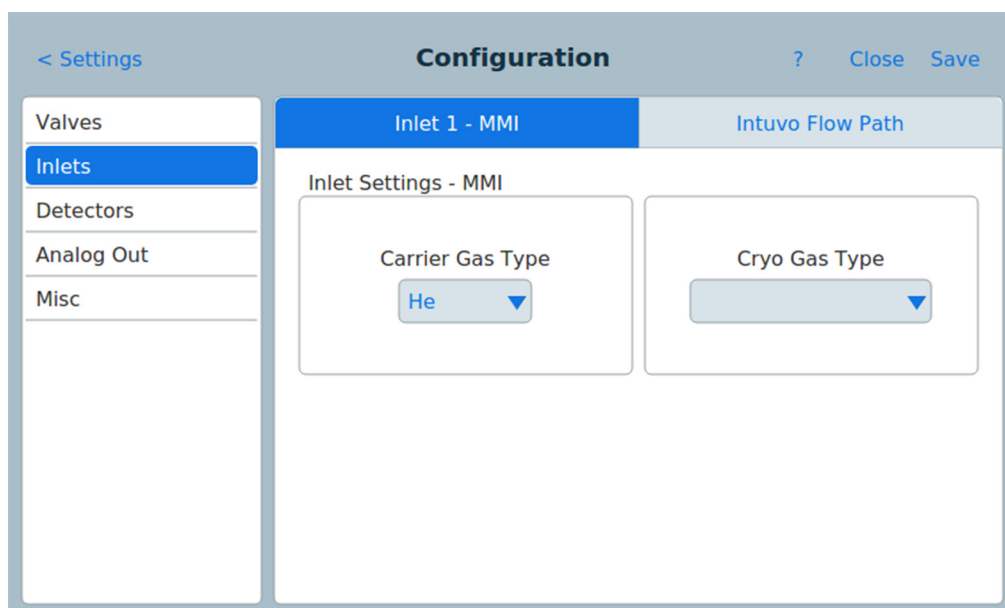

Figure 56 Page d'injecteur
- 3 Appuyez sur le type de dispositif **Injecteurs** dans la liste sur la gauche de l'écran. Les propriétés du type d'équipement sélectionné apparaissent sur le côté droit de l'écran. Voir Figure 56.